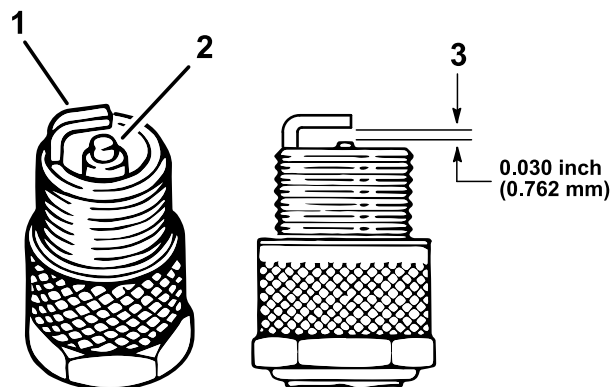

Figure 38
4. Vérifiez l'état des électrodes latérale et centrale, ainsi que de l'isolateur de l'électrode centrale (Figure 38).
5. Réglez l'écartement entre les électrodes centrale et latérale à 0,76 mm, comme montré à la Figure 38.